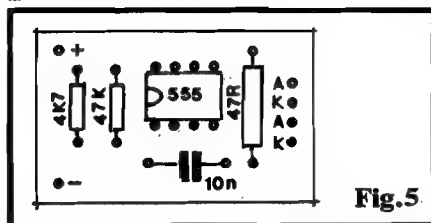

Fig.5
- FIG. 5 - "CHAFEADO" DA MONTAGEM (PLACA "A") - A plaquinha "A" (do transmissor do CRIVELD) é vista pela face não cobreada, com as suas peças principais já posicionadas, todas identificadas pelos seus códigos e valores... Atenção à posição do Integrado 555, com sua extremidade marcada "apontando" para o resistor de 47K... Cuidado, também, para não "trocar as bolas" quanto aos valores dos resistores em função dos lugares que ocupam...